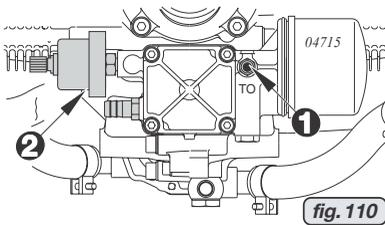

fig. 110
Ver fig. 110.
13.5.3) Sensor de presión de aceite Ver fig. 110, 111 y 112.